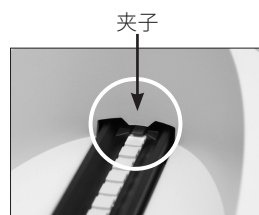

图 9
5. 将试纸条放在试纸检测架上（检测片朝上），使其前缘被插槽处的夹子牢牢夹紧。固定杆必须处于抬起状态。试纸条必须有大约 2 毫米夹紧在夹子下（图 9）。